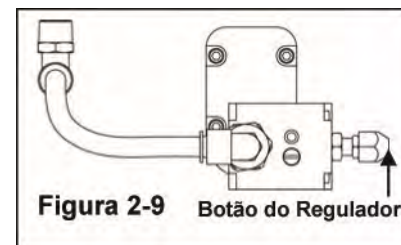

Figura 2-9 Botão do Regulador
- Etapa 1. Esvazie o regulador de pressão girando o botão no sentido horário até que ele pare. (Consulte Figura 2-9)